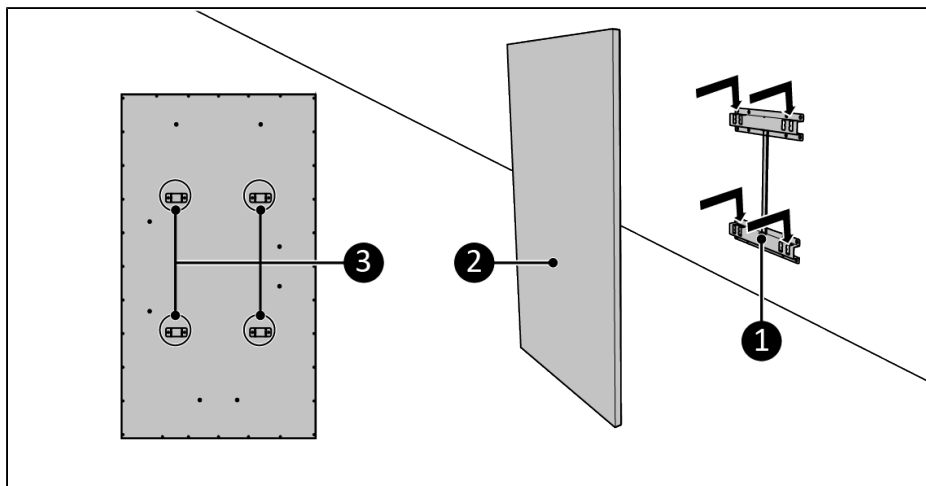

Figure 9.
5. Placez les supports de l'appareil (Figure 9, pos. 3) sur le support mural (Figure 9, pos. 1).
6. Glissez l'appareil (Figure 9, pos. 2) dans les ouvertures du support mural (Figure 9, pos. 1).